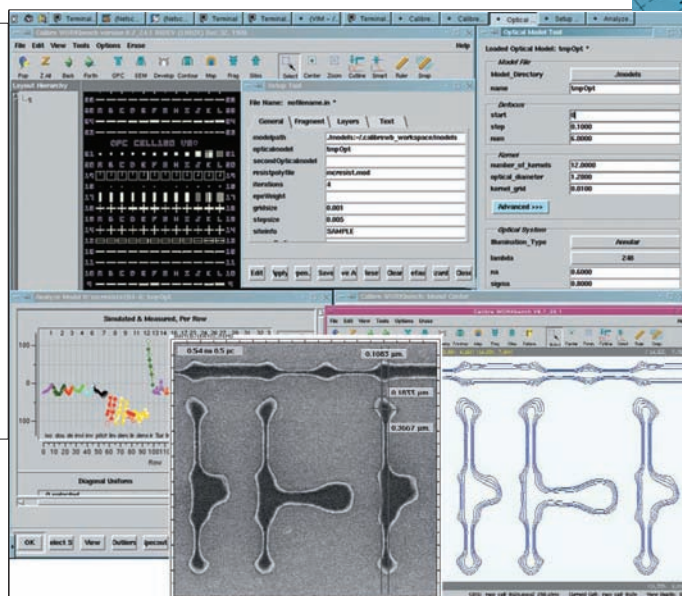

Рис.7. Сравнение геометрии, полученной в результате моделирования, с данными сканирующего микроскопа
- модуль **Calibre WORKbench** — ориентированная в основном на технологов специализированная среда для создания моделей технологического процесса и файлов настройки технологического оборудования. Calibre WORKbench позволяет создавать тесты для постпроизводственного тестирования и измерения параметров. Модуль имеет встроенные средства визуализации топологии и процесса моделирования фотолитографии. Сравнение изображений, полученных в результате моделирования и с помощью сканирующего микроскопа, показывает высокую достоверность результатов (рис.7).